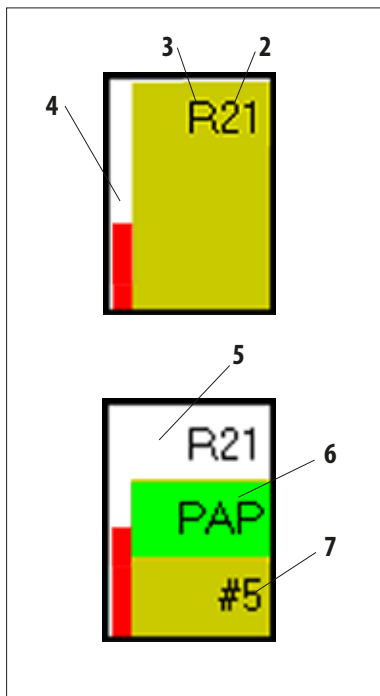

Рис. 51
- Выберите станцию для реактивов (с помощью соответствующей кнопки), и нажмите кнопку **REAGENT LIST** в меню **STATION DETAILS** (рис. 51).